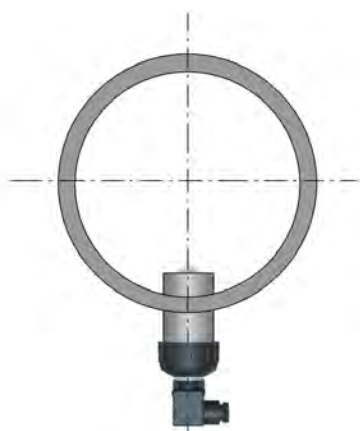
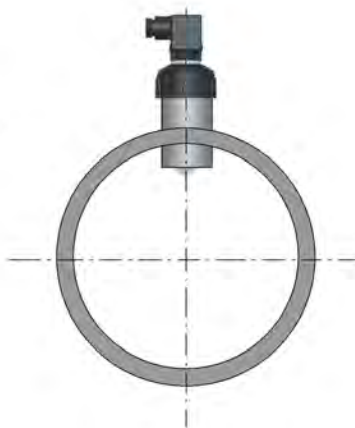
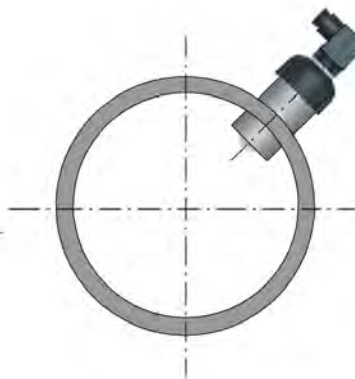

Fig. 1
Fig. 2
Fig. 3
- Шесть наиболее распространенных конфигураций установки, показанных на рис. 1, помогут выбрать наилучшее место расположения в трубопроводе, как для датчика расхода с крыльчатым колесом, так и для датчика расхода магнетра.
- Три конфигурации на рис. 2 обеспечивают постоянное наполнение трубы: для правильного измерения через датчик никогда НЕ должны проходить пузырьки воздуха.
- Трех вариантов установки, показанных на рис. 3, следует избегать, если вы не полностью уверены в том, что через датчик не проходят пузырьки воздуха.
На горизонтальных участках труб положение установки для получения наилучших результатов находится под углом 45° (рис. 3) с целью предотвращения попадания пузырьков воздуха и отложений. Вертикальное положение (рис. 2) можно выбрать, если пузырьки воздуха отсутствуют. Не устанавливайте датчик в нижней части трубы (рис. 1), если имеется вероятность отложений. Не устанавливайте крыльчатое колесо под углом 90° , так как трение может влиять на измерения. За исключением последнего соображения об установке под углом 90° , все предыдущие оценки действительны и для датчиков магметров.